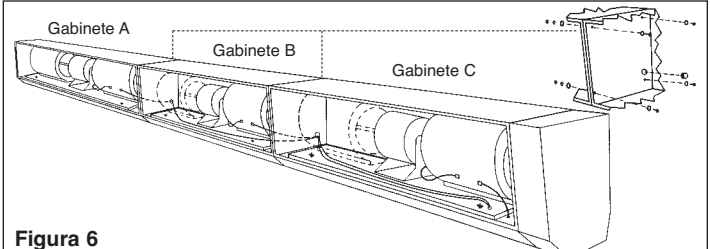

Figura 6
Para unidades de 3 gabinetes: 108", 120", 132" y 144". Véase la Figura 6
- Determine la ubicación de montaje del gabinete central (Véase la Figura 6).
- Instale el conjunto (A) de motor/ventiladores en el Gabinete A. Pase la manguera del interruptor de presión a través del orificio apropiado en la base de ventiladores. Sujete la manguera al ventilador derecho. Asegure las dos tuercas de orejas sobre la base de ventiladores. Reconecte el conjunto de enchufe del cable eléctrico del motor (A).
- Instale el conjunto (B) de motor/ventiladores en el Gabinete B. Pase la manguera del interruptor de presión a través del orificio apropiado en la base de ventiladores. Sujete la manguera al ventilador derecho. Asegure las dos tuercas de orejas sobre la base de ventiladores. Reconecte el conjunto de enchufe del cable eléctrico del motor (B).
- Instale el conjunto (C) de motor/ventiladores en el Gabinete C. Pase la manguera del interruptor de presión a través del orificio apropiado en la base de ventiladores. Sujete la manguera al ventilador derecho. Asegure las dos tuercas de orejas sobre la base de ventiladores. Reconecte el conjunto de enchufe del cable eléctrico del motor (C).